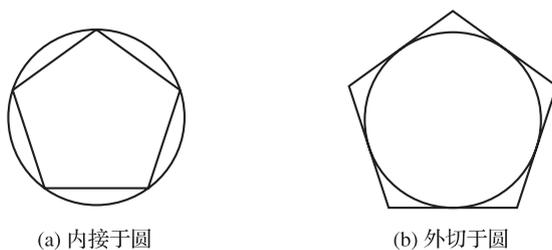

图 2—11 正多边形的画法
(2) “指定正多边形的中心点或 [边 (E)]:”。中心点可通过十字光标在屏幕中指定，也可输入坐标进行定位。如果选择“边 (E)”，那么可以利用正方形的一条边的长度绘制正多边形。
(3) “输入选项 [内接于圆 (I) / 外切于圆 (C)]  :”。 “内接于圆 (I)”选项用于确定正多边形外接圆的半径，是中心点到端点的距离；“外切于圆 (C)”选项用于确定正多边形中心点至各边线中点的距离，如图 2—11 所示。